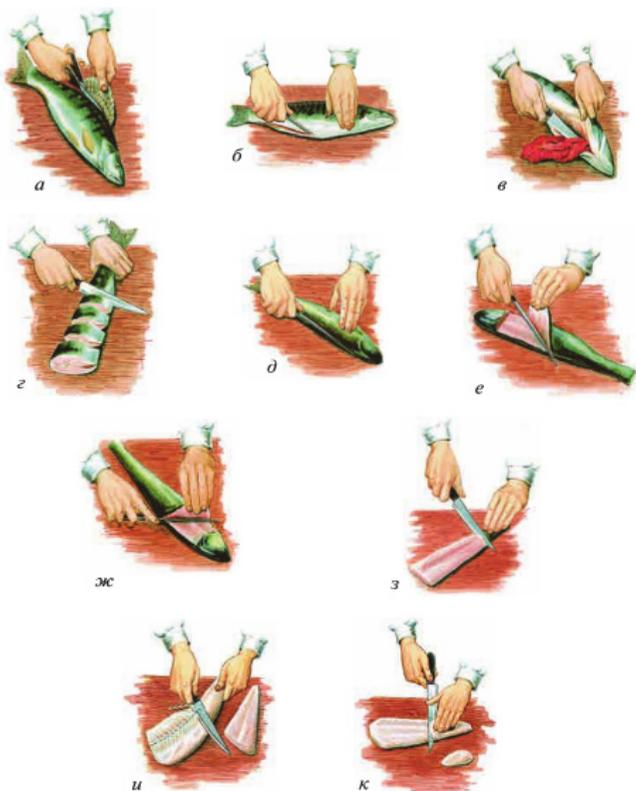

Рис. 7.6. Кулинарная разделка рыбы для филе:
1. Удалите плавники специальными ножницами (рис. 7.6, а). Спинной плавник вырезайте, придерживая рыбу за хвост левой рукой: острым ножом с обеих сторон плавника сделайте надрезы, взявшись за плавник правой рукой или прижав плавник к разделочной доске, выдерните его резким движением от хвоста к голове. Остальные плавники обрежьте ножом.
3. У очищенной от чешуи рыбы разрежьте брюшко (рис. 7.6, б). Нож следует передвигать от хвоста к голове, начиная с анального отверстия. Затем с помощью ножа осторожно, чтобы не повредить желчный пузырь, удалите внутренности (рис. 7.6, в). Выпотрошив рыбу, прорежьте плёнку, смойте скопившиеся под ней сгустки крови, а затем отрежьте голову. Этапы удаления плавников, головы, потрошения могут меняться в зависимости от вида рыбы.
5. Подготовленную рыбу можно разрезать на порционные куски (рис. 7.6, г). Если рыбу готовят для варки, то кожу на каждом из порционных кусков прорезают в нескольких местах, чтобы они не разваливались. Если предстоит жарить рыбу или припускать рыбное филе, то при разрезании тушки нож располагают под углом 30°, что делает куски более широкими.
Крупную рыбу после промывания *пластуют*, т. е. разрезают вдоль по позвоночнику пополам, удаляют позвоночную кость и рёберные кости, получая *филе* (рис. 7.6, д—к). Пластуют в следующем порядке (сна-